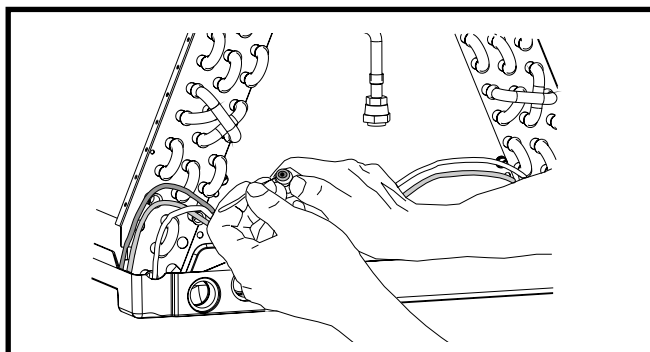

Figure 7. Retrait de l'orifice calibré du corps du distributeur
6. Insérez un crochet en fil métallique léger entre le corps du distributeur et l'orifice calibré en prenant soin de ne pas égratigner ces pièces. Retirez délicatement l'orifice calibré du corps du distributeur. Voyez la Figure 7.